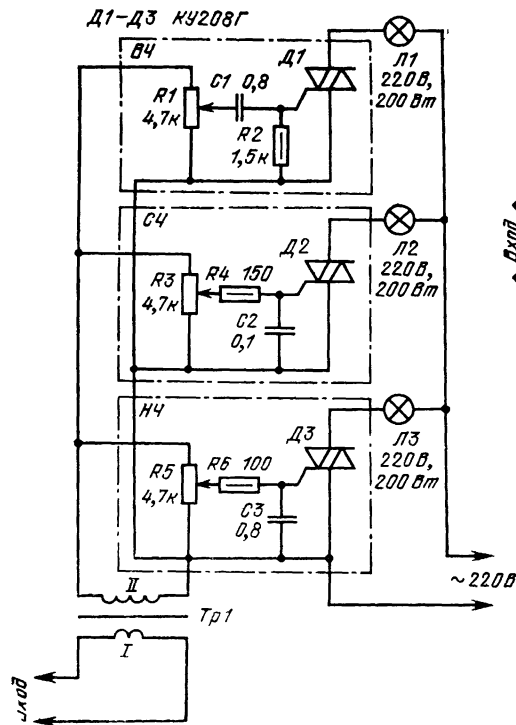

Рис. 98
**Светомузыкальная приставка.** Если имеются три небольших прожектора, снабженных светофильтрами красного, зеленого и синего цвета, можно сделать так, что они будут включаться и выключаться, изменять интенсивность свечения в такт с музыкой, создавая динамический световой эффект. Его нетрудно реализовать с помощью простого устройства, называемого светодинамической установкой (СДУ). Принципиальная схема одной из СДУ, выполненной на симисторах, показана на рис. 98. Как известно, симисторами называют симметричные тиристоры. Каждый из прожекторов  $L1—L3$  снабжен соответствующим светофильтром и подключен к сети через один из симисторов  $D1, D2$  или  $D3$  канала ВЧ, СЧ и НЧ. Вход СДУ подключают к выходу усилителя НЧ мощностью не менее 3 Вт. Сигнал, снимаемый с обмотки II трансформатора  $Tr1$ , разделяется на три частотных канала RC-фильтрами:  $C1R2$  в канале высших частот,  $R4C2$  в канале средних и  $R6C3$  в канале низших частот. Сигналы, снимаемые с выходов фильтров, управляют открыванием симисторов. Порог открывания симисторов в каждом канале устанавливают переменными резисторами  $R1, R3$  и  $R5$ .